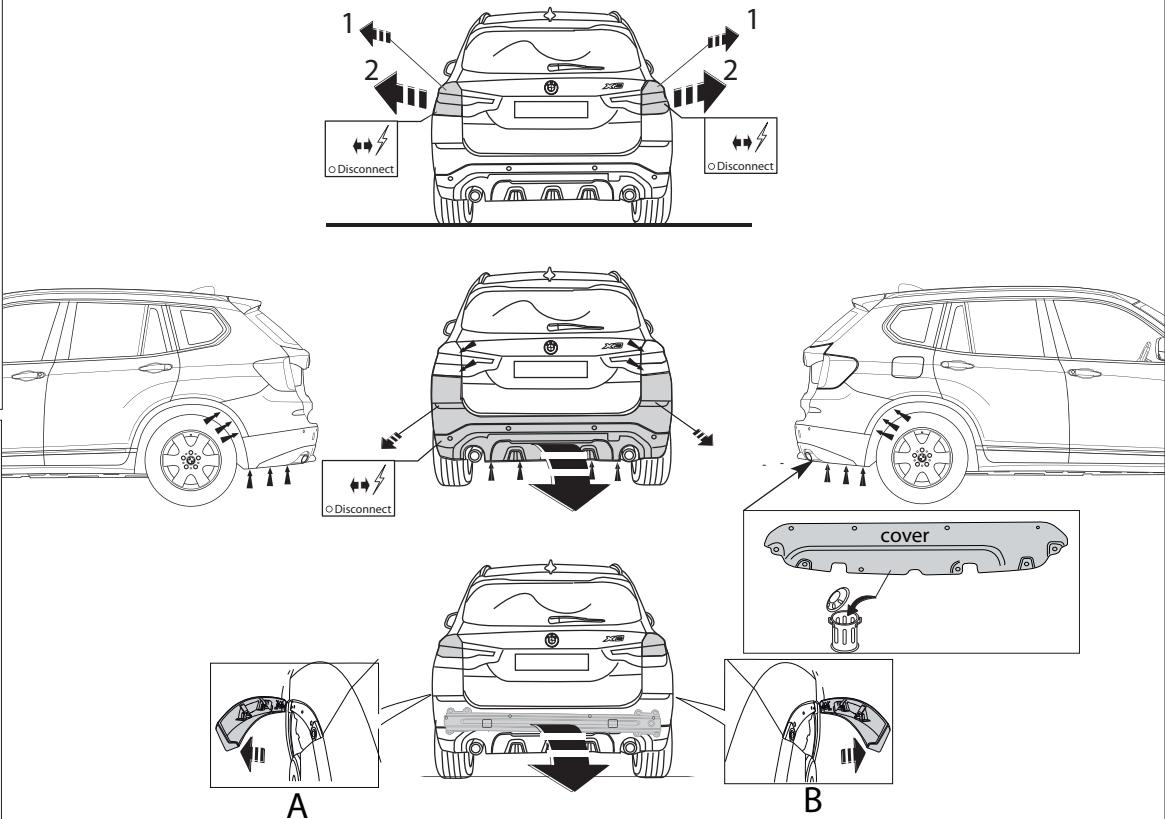

Fig.1
- Снять оба блока задних фар. Снять бампер вместе со стальным буферным бруском автомобиля; буферный брус и крышка больше не понадобится. См. рисунок 1.